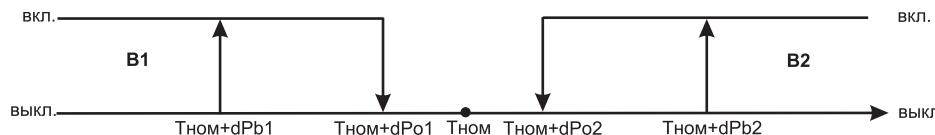

Рисунок 7.8
- **B1** в режиме А и **B2** в режиме Б реализуют трехпозиционное регулирование при отклонении контролируемого параметра от **Tном** (рисунок 7.8);